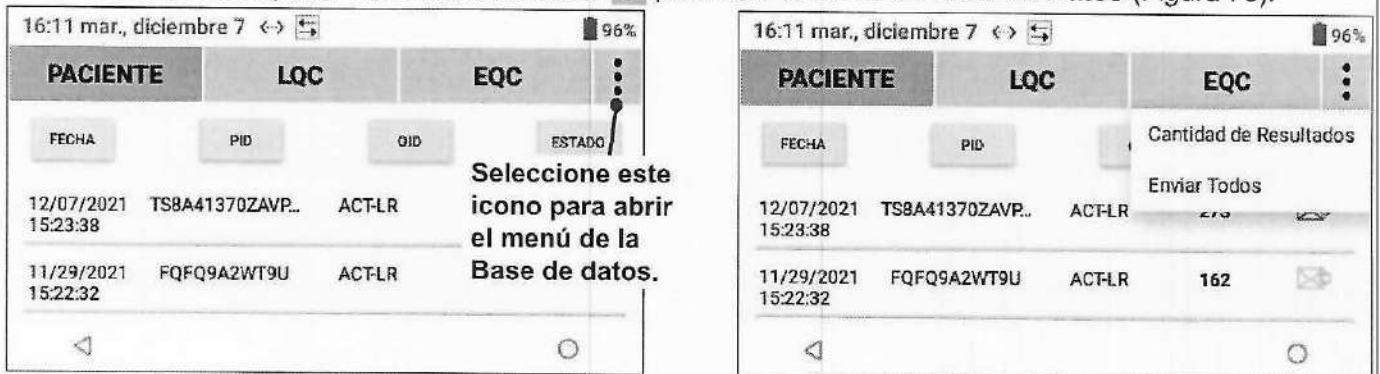

Figura 73: Menú Base de datos
- 3 En la parte superior derecha, seleccione  para abrir el menú de **Base de Datos** (Figura 73).